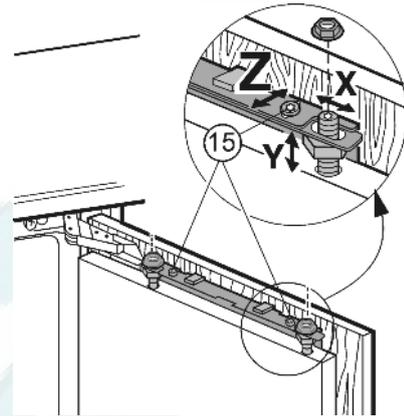
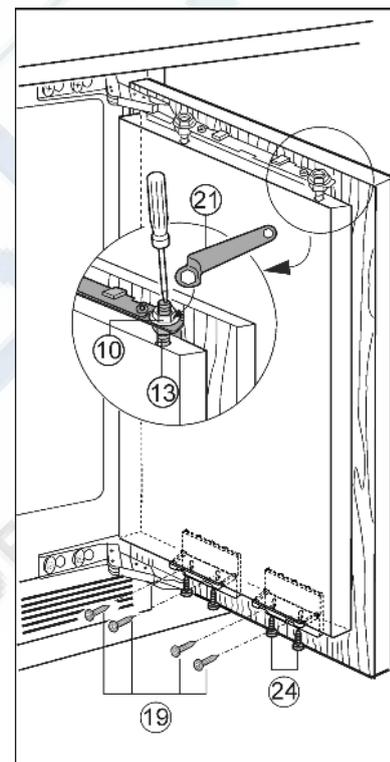

Fig. 20
Fig. 21
- ▶ Выставьте мебельную дверцу по глубине Z: ослабьте сверху винты Fig. 20 (15), снизу винты Fig. 21 (24), затем сдвиньте дверь.
- ▶ Затяните контргайки Fig. 21 (10) кольцевым гаечным ключом Fig. 21 (21), при этом регулировочные болты Fig. 21 (13) удерживайте от проворачивания отверткой.